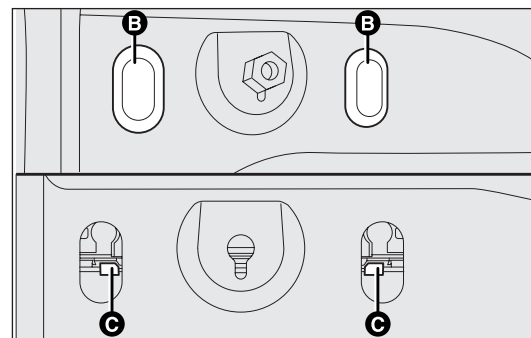

fig. 159a
- ☐ para versiones con puertas de hojas, retire los tapones de goma B-fig. 159a y actúe en las patillas C de sujeción, extraiga el grupo;